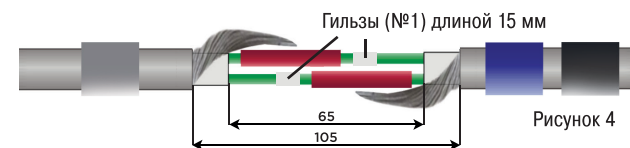

Рисунок 4
- Изолированные токопроводящие жилы вставить в гильзу №1 и обжать их с помощью ручного кримпера (рис. 4). В зависимости от сечения соединяемых жил нужно использовать соединительные гильзы размером $1,5 \text{ мм}^2$ или $2,5 \text{ мм}^2$. Повторить эту операцию для другой пары изолированных жил.